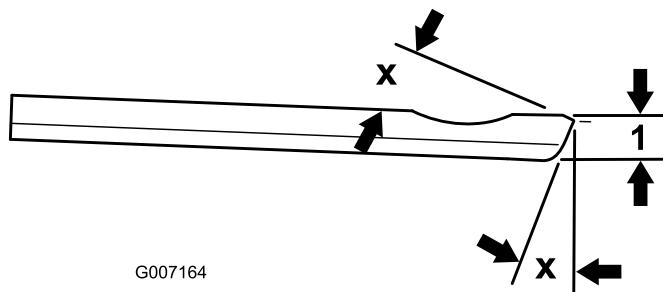

Figura 23
**Nota:** El ángulo de afilado recomendado para la parte superior y delantera de la contracuchilla es de 3 a 7 grados (Figura 23).